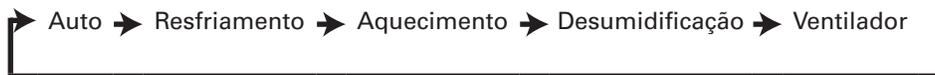

Figura 12
2. Pressione  toda vez que precisar mudar o modo de operação de acordo com a ordem apresentada na Figura 12;